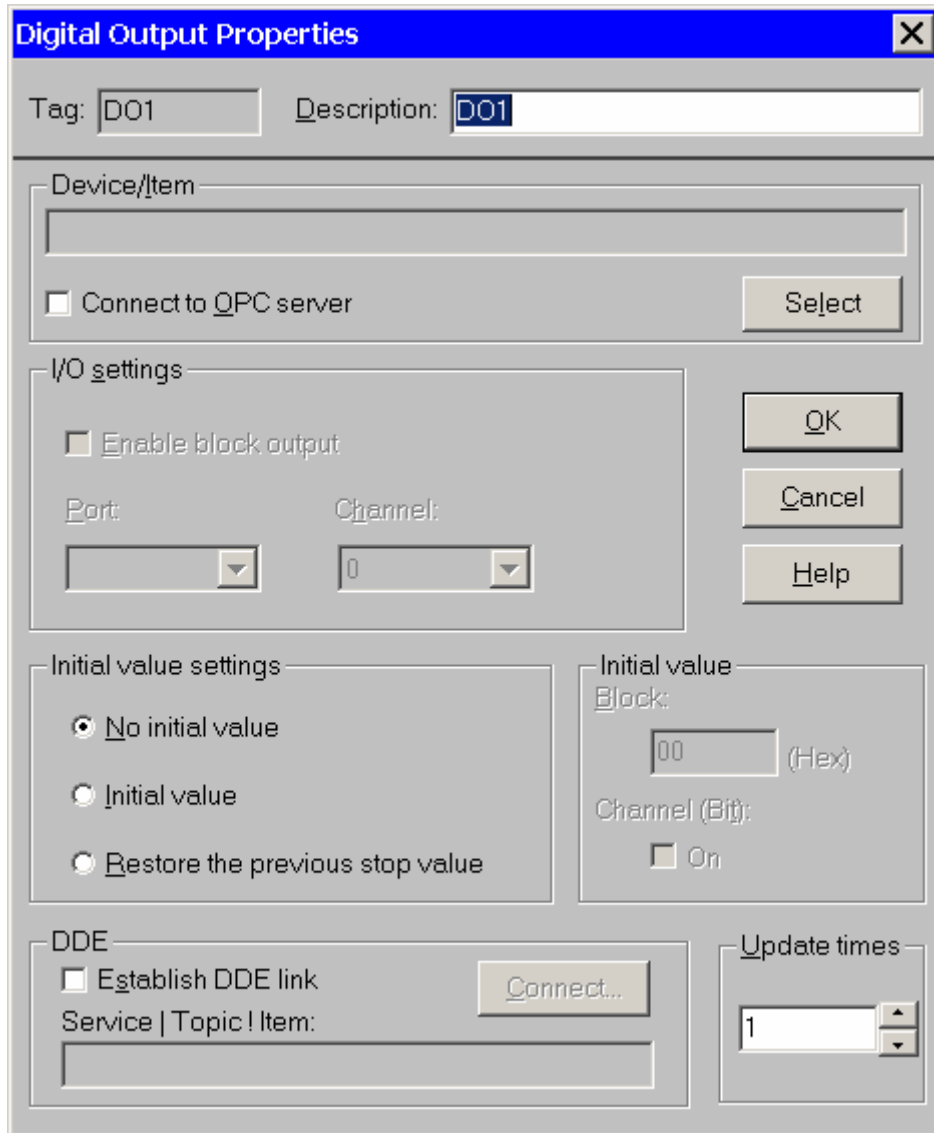

Рис. 5.12. Диалоговое окно настройки блока дискретного вывода
*Блок дискретного вывода* предназначен для передачи информации, получаемой от других функциональных блоков, элементов отображения или других приложений Windows с использованием технологии COM/DCOM, устройствам, имеющим подсистему вывода дискретных сигналов. Двойной щелчок левой клавишей мыши на пиктограмме **ДО** блока дискретного вывода приводит к появлению диалогового окна для настройки параметров блока (рис. 5.12). Информацию о параметрах настройки этого окна можно получить с помощью кнопки **Help**. Конкретные настройки параметров блока дискретного вывода будут рассмотрены далее.